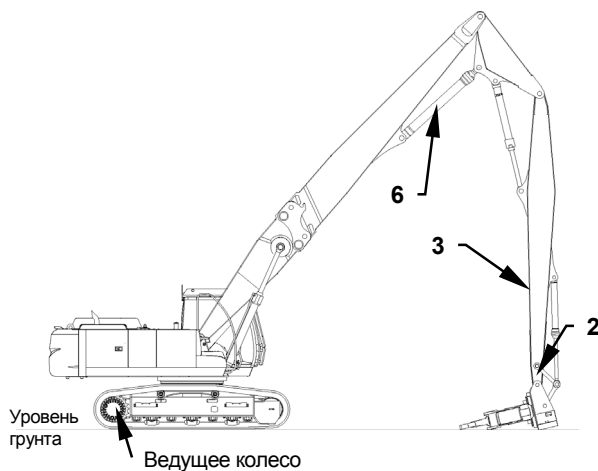

Рис. 18
2. Установку бетонолома осуществляют в положении, указанном на рис. 18.
- Втягивают шток гидроцилиндра (6) средней части рукояти до упора.
- Устанавливают головную часть (3) рукояти вертикально.
3. Совмещают отверстие бетонолома и отверстие рычага (2) и забивают палец.
4. Совмещают отверстие бетонолома и отверстие головной части (3) рукояти и забивают палец.